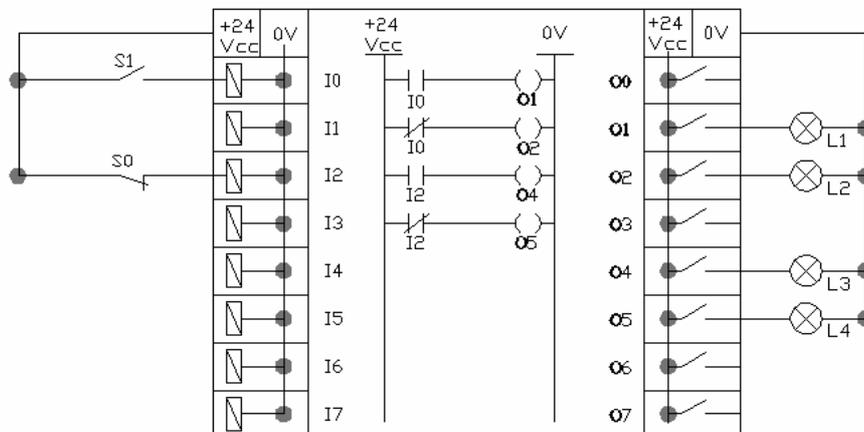

fig.8 – Analogia de um PLC com um quadro de comando.
Na fig.8 o diagrama representativo de um PLC pode ser interpretado como sendo um quadro de comando, com componentes externos e componentes e ligações internas. Imaginando duas botoeiras ligadas ao PLC, uma NA denominada de S1 e uma NF denominada de S0. O contato de S1 alimenta a bobina de um contator interno na entrada do PLC, denominado de I0 (I de input que, em inglês, significa entrada) e o contato de S0 a bobina de um contator interno na entrada do PLC denominado de I2. Utilizando-se contatos abertos e fechados dos contadores de entrada, monta-se um circuito interno no PLC que irá acionar as bobinas dos contadores de saída que são representados no ladder pelo símbolo () e denominados pela letra O (O de output que em inglês significa saída). Quando um contador de saída é acionado, todos os contatos pertencentes a este contator mudam de estado acionando as cargas ligadas na saída do PLC, neste exemplo representadas pelas lâmpadas L1, L2, L3 e L4.
No exemplo da fig.8, quando as botoeiras estão na sua posição de repouso, as lâmpadas L2 e L3 estarão acesas, pois o S1 é um contato aberto, portanto o contator de
a) **Endereços absolutos** - São aqueles endereços predefinidos pelo fabricante da máquina, que no exemplo da fig.8 é "In" para as entradas (exemplo I1, I2, ..., In) e "On" para as saídas (exemplo O1, O2, ..., On).
b) **Endereço simbólico** - São endereços atribuídos pelo programador para facilitar a interpretação do programa. No exemplo da fig.8, poderia se atribuir, por exemplo, o nome de “S0” para a entrada “I2”. Toda vez que se chamasse o “S0” dentro do programa, o “I2” seria automaticamente acionado. Isto facilita a interpretação do programa, especialmente por programadores que já tenham uma boa experiência com instalações elétricas, pois permite usar terminologias do seu dia a dia no programa. O endereço simbólico não exclui o absoluto, porém uma vez atribuído, dentro de um programa, um endereço simbólico a um endereço absoluto eles ficarão amarrados até o fim.